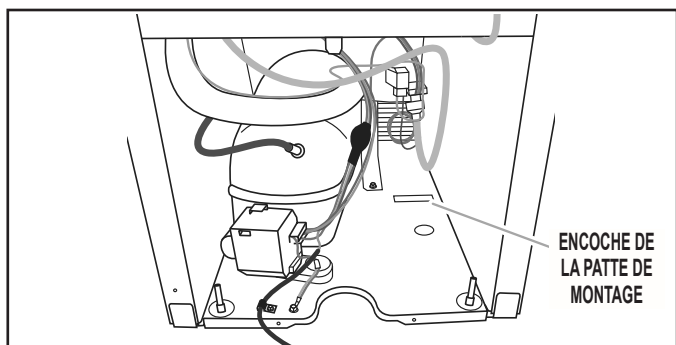

FIGURE 6
6. Faire glisser la pompe de vidange dans la base qui se trouve sur le côté droit de la machine à glaçons. La patte de montage de la pompe doit glisser dans la fente rectangulaire de la base de la machine à glaçons. On doit incliner légèrement la pompe pour la faire glisser dans la fente. La *Figure 6* illustre la patte de montage qui doit se glisser dans la fente.